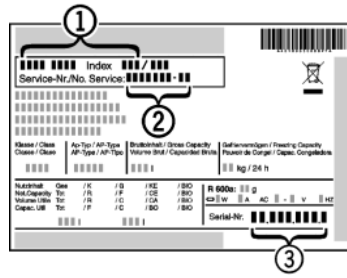

Fig. 18
- ▶ Назва пристрою Fig. 18 (1), сервісний номер Fig. 18 (2) та серійний номер Fig. 18 (3) вказані на табличці типів. Табличка типів знаходиться всередині пристрою, зліва.
- ▶ Повідомте сервісну службу про характер неполадки, назву пристрою Fig. 18 (1), сервісний номер Fig. 18 (2) та серійний номер Fig. 18 (3).